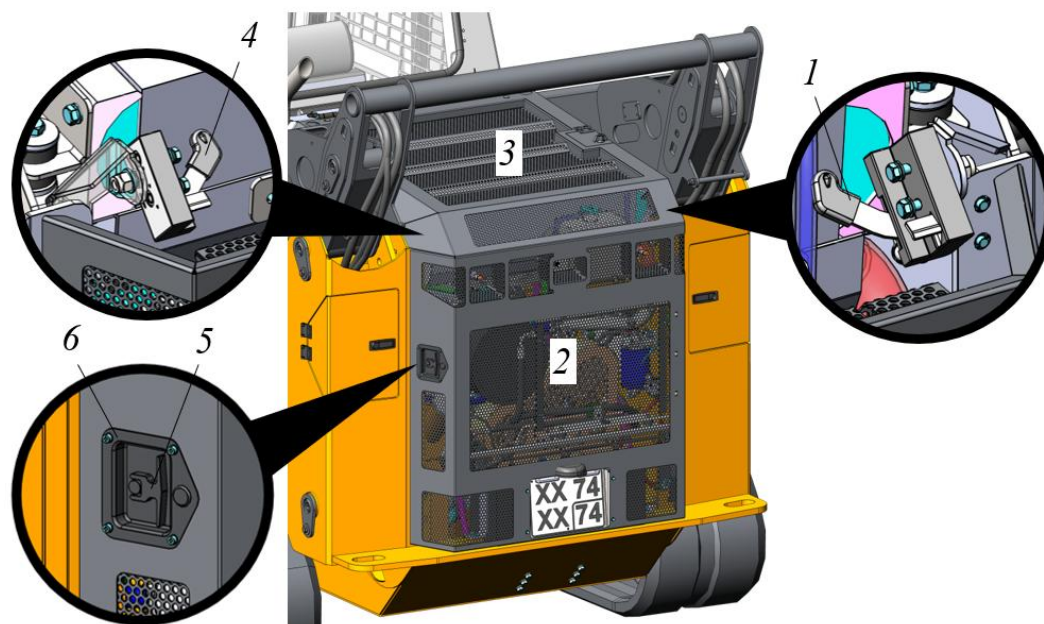

Рисунок 5.5. Расположение створок
- ▶ Ручку замка 5 потянуть на себя и повернуть, см. рис. 5.5;
- ▶ Открыть створку 2, см. рис. 5.5;
При открытом капоте поз. 3 и створке моторного отсека поз. 2 реализован доступ к следующим компонентам (см. рис. 5.5):